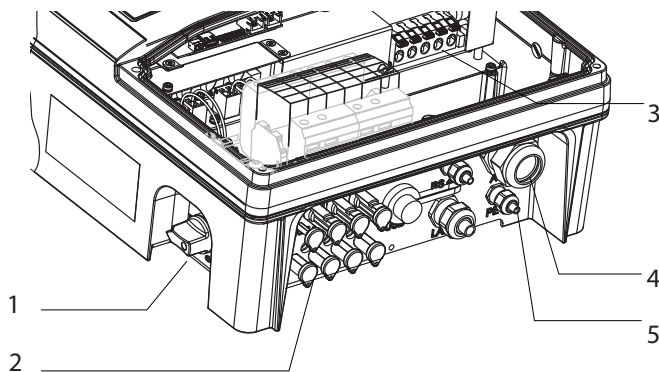

Figura 7: Recinto de conexiones: Conexión eléctrica
- 6. Conecte los cables de acuerdo con la rotulación de los terminales de la placa de circuitos (Figura 7 en la página 32).